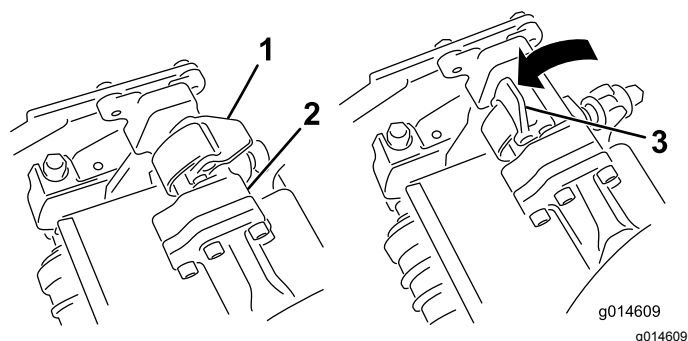

Figure 45
4. Fermez les verrous autour de la barre de l'unité de coupe et bloquez-les en place (Figure 45).
4. Ouvrez les verrous sur la barre du bras de suspension appartenant à l'unité de coupe que vous voulez déposer (Figure 45).